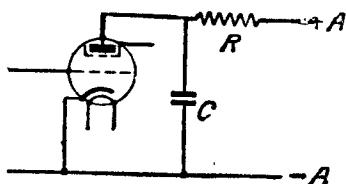

Рис. 3
Рассмотрим еще третий случай. Понижение анодного напряжения и „уединение“ анодной цепи лампы осуществляется обычно включением сопротивления  $R$  (рис. 3) порядка  $3\,000-5\,000 \Omega$  и более, шунтированного конденсатором  $C$ . Емкость этого конденсатора должна быть такой величины, чтобы его сопротивление по принятому было по крайней мере в 8 раз меньше сопротивления  $R$ ,
3. Развязывающие и фильтрующие анодные цепи имеют обычно сопротивление  $R$  (рис. 3) порядка